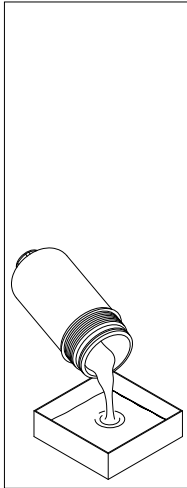

fig. 5
- (Fig. 5) Svotare il fluido di lavoro dal contenitore al recipiente di raccolta